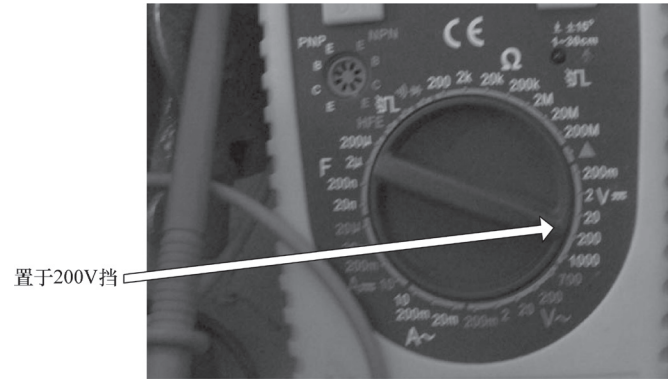
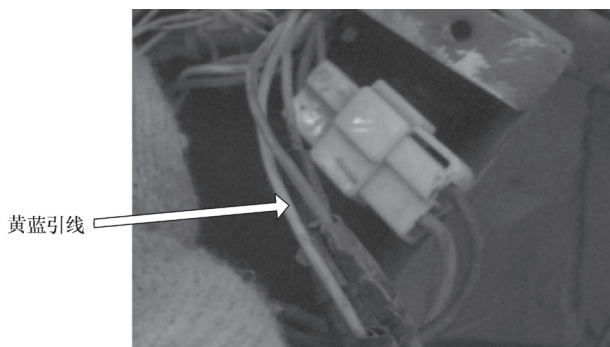

图 7-5 调整万用表挡位
图 7-6 电动机黄、蓝引线
4) 将数字式万用表调至 200Ω 挡，如图 7-5 所示。让黑、红表笔分别接电动机上的黄、蓝色线（黄、蓝引线如图 7-6 所示），同时用手转动电动机，此时无论将电动机转至何种位置，万用表都显示为无穷大，表明电动机损坏或其引线断路。